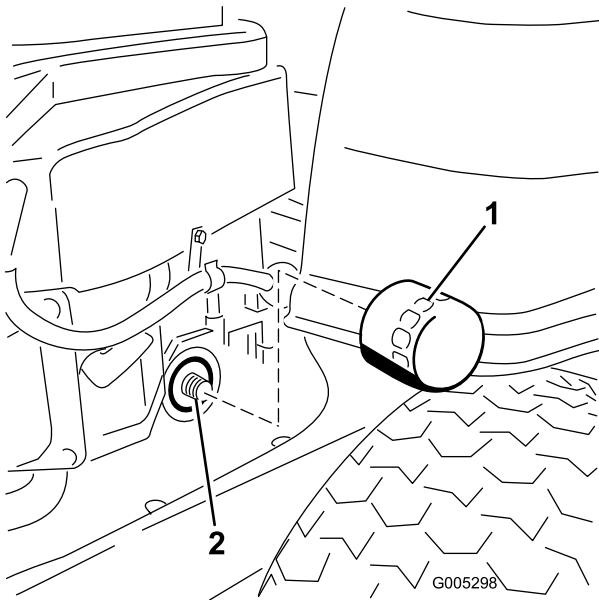

Figura 32
- Localice el filtro de aceite, en el lado derecho del motor. Retire el filtro usado y limpie el adaptador del filtro con un paño (Figura 32).
- Instale el filtro de aceite nuevo en el adaptador. Gire el filtro de aceite en el sentido de las agujas del reloj hasta que la junta de goma entre en contacto con el adaptador, luego apriete el filtro de $3/4$ a una vuelta más (Figura 32). Limpie cualquier exceso de aceite del bastidor.